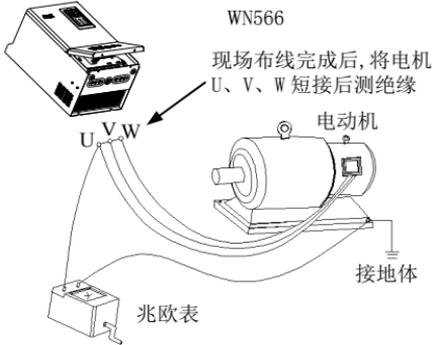

图 1-1 电机绝缘检查示意图
- (1) WN566 系列为电压型变频器，使用时电机的温升、噪声和振动与工频运行相比较略有增加，属正常现象。
- (2) 如果需要以低速恒转矩长期运行，必须选用变频电机。若使用一般的三相交流电机时，应监控电机温度或采取强制散热措施，以防烧毁电机。
- (3) 减速箱及齿轮等需要润滑的机械装置在长期低速运行时，可能由于润滑效果变差造成损坏，请事先采取必要措施。
- (4) 若超过电机额定频率运行时，除了考虑电机的振动、噪音增大外，还必须确保电机轴承及机械装置的使用速度范围，请务必事先确认。
- (5) 对于提升设备和大惯性之类的负载，变频器常会因产生过流或过压故障而跳闸，为保证正常工作，应考虑选配适当的制动组件。
- (6) 应通过端子或其它正常的命令通道对变频器进行起停控制。严禁在变频器输入侧使用接触器等强电开关直接频繁起停操作，否则会造成设备损坏。
- (7) 如果需要在变频器输出和电机之间安装接触器等开关器件，请确保变频器在无输出时进行通断操作，否则可能会损坏变频器。
- (8) 变频器在一定的输出频率范围内，可能会遇到负载装置的机械共振点，可设置跳跃频率来避开。
- (9) 使用前，应确认电源电压在允许的工作电压范围之内，否则应做变压处理或订购特种变频器。
- (10) 在海拔高度超过 1000 米的条件下，变频器应降额使用，每增加 1000 米高度输出电流约降低额定电流的 10%。
- (11) 电机在首次使用或长时间放置后再使用之前，应做电机绝缘检查。请使用 500V 电压型兆欧表按图 1-1 所示进行检查，绝缘电阻不得小于 5 M Ω ，否则有损坏变频器的可能。